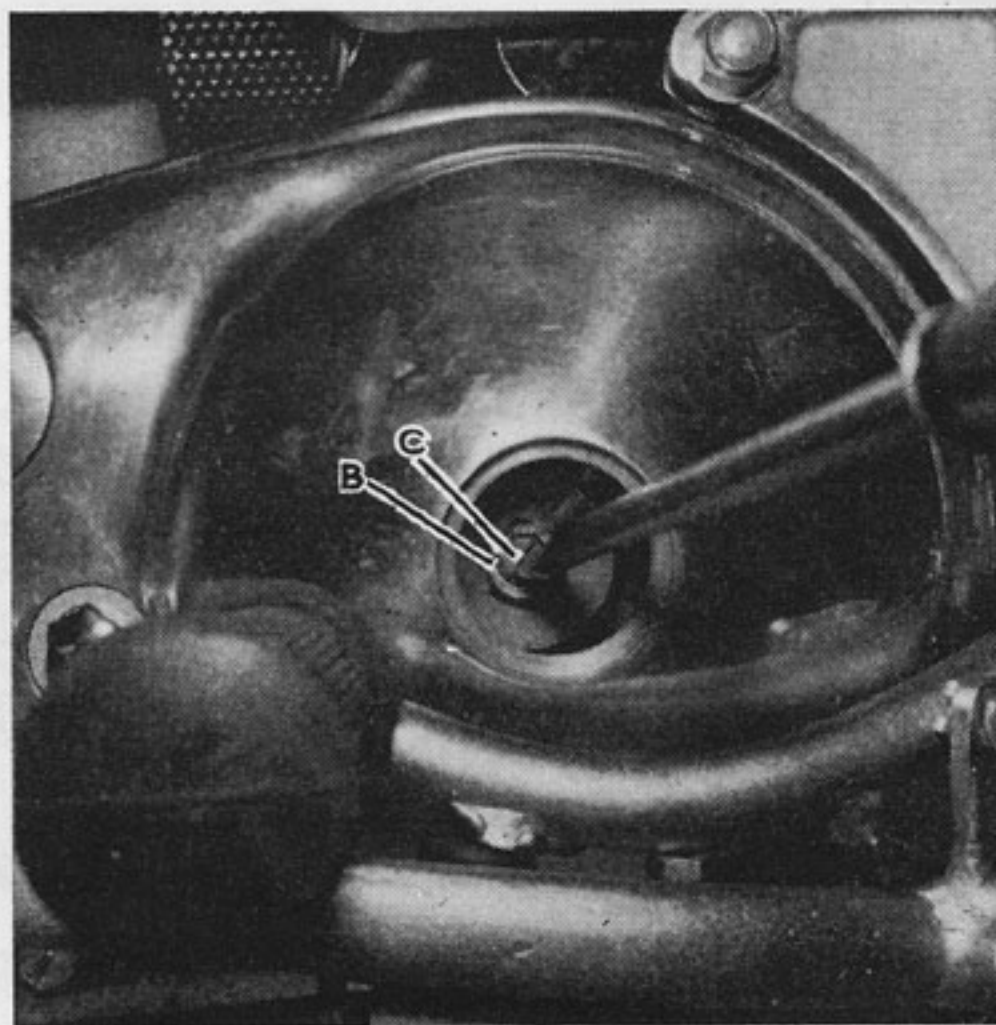

FIGURE 18
S'il n'y a pas de mouvement, enlever le bouchon de visite de l'embrayage sur le carter de la chaîne (Figure 18) et défaire l'écrou (B) sur l'arbre principal de la boîte de vitesses, puis faire tourner la vis (C) doucement